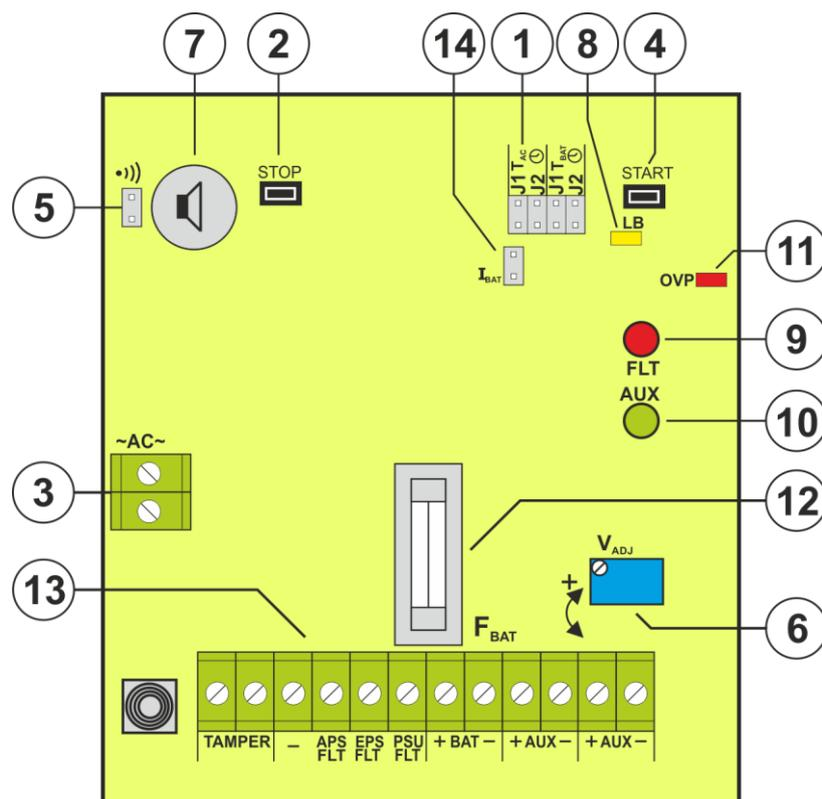

Bild. 2. Ansicht der PCB-Platte des Netzteils.
Tabelle 1. Elemente der PCB-Platte des Netzteils (siehe Bild. 2).
①	Trenntransformator
②	Netzteil-Platte (Tab. 1, Bild 2)
③	TAMPER; Mikroschalter des Antisabotageschutzes (NC)
④	L-N Speisungsverbindung 230 V,  Schutzverbindung
⑤	F _{MAIN} Sicherung im Speisungskreis 230 V, T630mA / 250 V
⑥	Batterie-Konnektoren: +BAT = rot, - BAT = schwarz